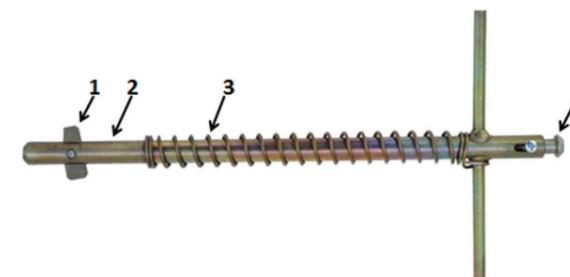

Рис. 6. Ключ крышки люка ККЛ-0: 1 – пластина; 2 – корпус; 3 – пружина; 4 – толкатель. Ключ приобретается при закупке партии устройств УЗЛ-Л ССД.
**1.6.** Для сцепления частей запорного механизма подвижную гайку нижней крышки необходимо поднять выше и накрутить на винт до упора. Эта операция выполняется с помощью специального ключа типа ККЛ-0 (рис. 6).